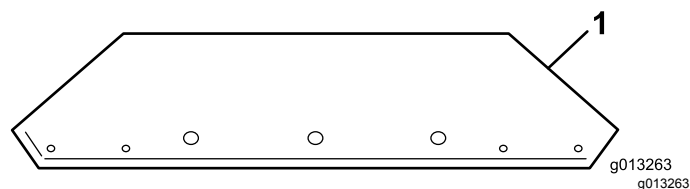

Рисунок 10
1. Извлеките удлинители загрузочного бункера из транспортировочного контейнера, определите передний и задний удлинитель (Рисунок 10 и Рисунок 11).